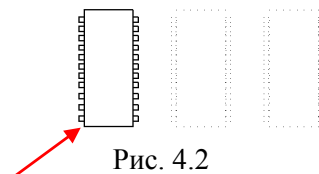

Рис. 4.2
**Шаг 1.** Обвести рамкой левый верхний прямоугольник на чертеже (рис. 4.2) и щелкнуть мышью.